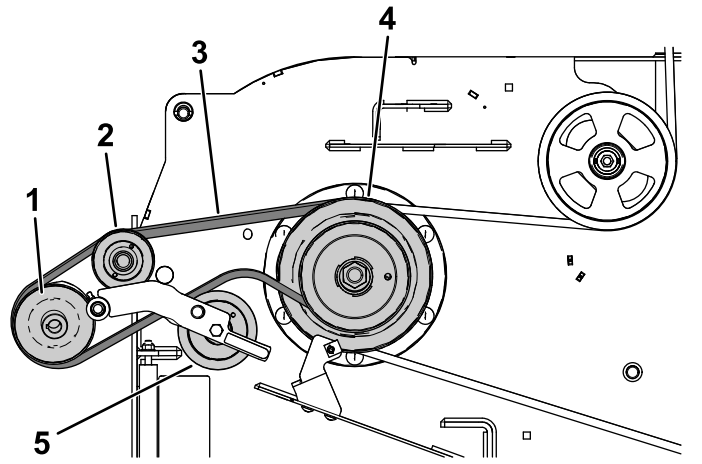

Figure 10
3. Faites passer la courroie sous la poulie de tension (Figure 10).
4. Retirez la courroie de la poulie d'entraînement (Figure 10).
1. Chaussez la courroie de ventilateur sur la poulie du ventilateur (Figure 10).
4. Faites passer la courroie momentanément sous la poulie de tension (Figure 10).
5. Acheminez la courroie autour de la poulie de tension (Figure 10).
7. Tirez sur la poulie de tension rappelée par ressort pour l'éloigner du tenon fixe et chaussez la courroie sur la poulie de tension (Figure 10).